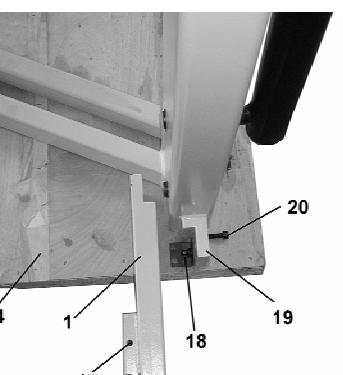

Рис.5
7.5. Установите дополнительные опоры (1) и закрепите их болтами (20) на опоре (19), Рис.5.